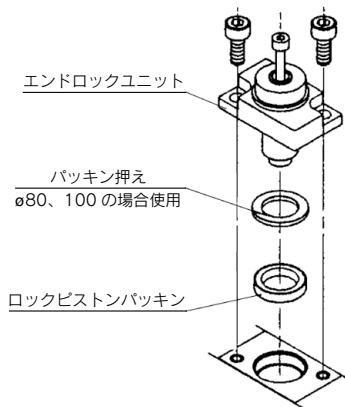

図1 エンドロック取外し方法
a. エンドロック取外し(図1)
カバーの前側から図1のように精密ドライバーなどを差し込み抜取ります。